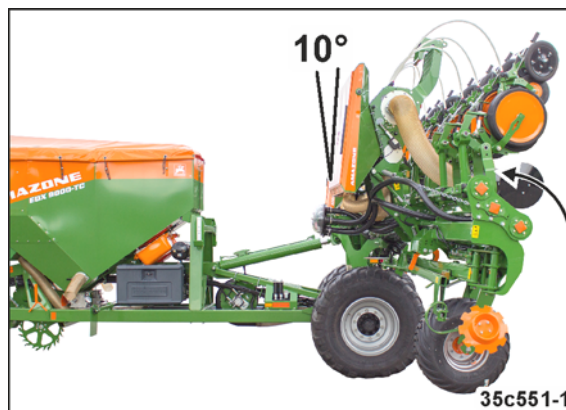

Рис. 278
14. Активируйте блок управления трактора *желтый* до тех пор, пока задняя рама не установится под углом прим. 10° к вертикали (см. Рис. 278).
При необходимости откорректируйте наклон задней рамы (см. Рис. 278).